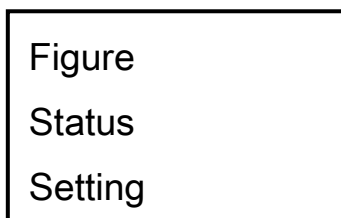

Fig.3 : main menu
3) Pulse el botón ◀ o ▶, cambiará al menú principal, consulte la Fig3